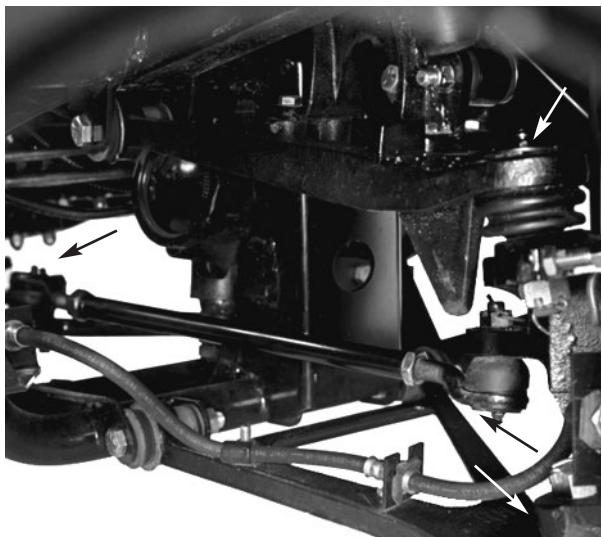

Figure 26
Emplacements et nombre de graisseurs : Embouts de bielles (4) (Fig. 26), rotules avant (4) (Fig. 26), arbres d'entraînement arrière (18) (Fig. 27), bagues de pivots avant (2) (Fig. 28), arbre de transmission intermédiaire – 4RM seulement (3) (Fig. 29), pivots de pédales (4) (Fig. 30), arbre de direction (1) (Fig. 31) et bras d'accélérateur (1) (Fig. 32).